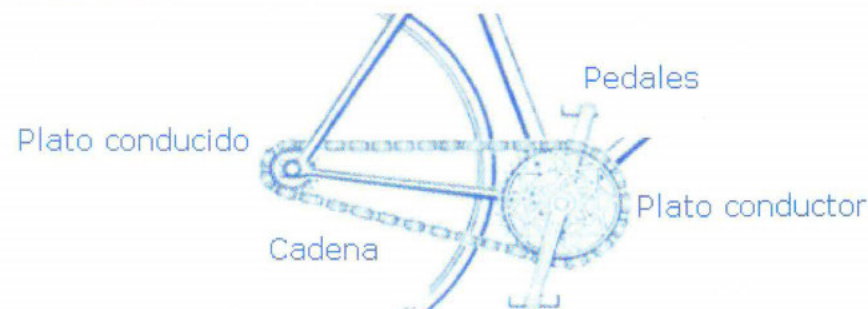

Figura 1. Partes de la bicicleta
1. Observa la Figura 1 de este Nivel. ¿Es la bicicleta un operador encadenado?